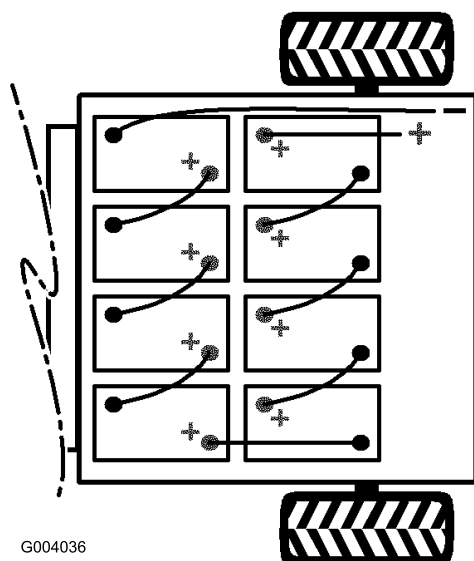

Figura 6
4. Montate le batterie (Figura 6).
Nota: Prestate attenzione alla polarità delle batterie quando montate le batterie nuove (Figura 6).
6. Collegare tutte le batterie utilizzando i cavi a corredo con le parti sciolte (Figura 6).
7. Serrate il bullone e fissate l'altra estremità del fermaglio con un nuovo bullone (5/16 x 3/4 poll.) e un dado flangiato (5/16 poll.) (Figura 6).
8. Collegare il cavo rosso, lungo, positivo principale tra la serie di batterie e la macchina (Figura 6).
9. Collegare il cavo nero, lungo, negativo principale tra la serie di batterie e la macchina (Figura 6).